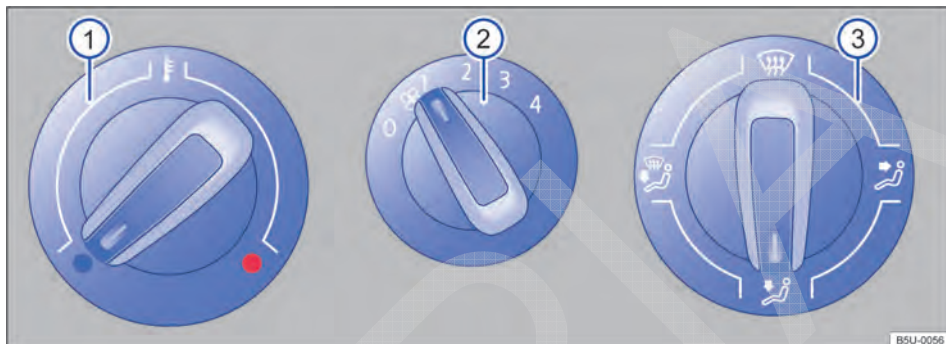
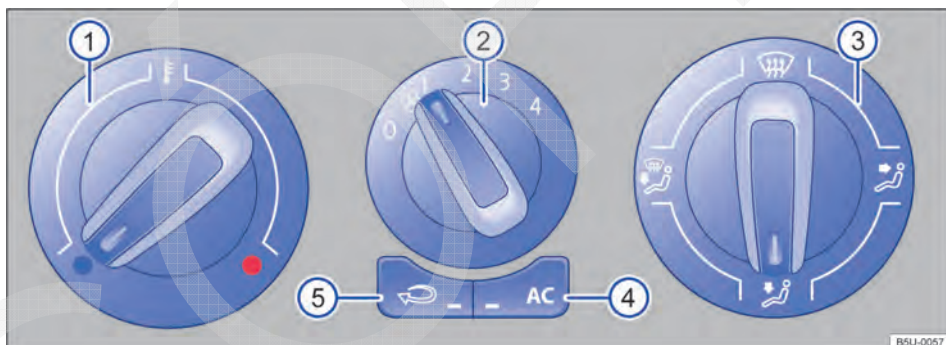

Fig. 119 No console central: comandos do sistema de ventilação e aquecimento
Fig. 120 No console central: comandos do ar-condicionado.
Botão, regulador	Informações complementares do sistema de ventilação e aquecimento ⇒ Fig. 119 e ar-condicionado ⇒ Fig. 120 .
Botão, regulador	Informações complementares do sistema de ventilação e aquecimento ⇒ Fig. 119 e ar-condicionado ⇒ Fig. 120.
- Em veículos com sistema de aquecimento, colocar o regulador da temperatura ⇒ Fig. 119  totalmente para a direita, para a posição máxima de aquecimento.
- Colocar o regulador da distribuição de ar ⇒ Fig. 120  para a posição .